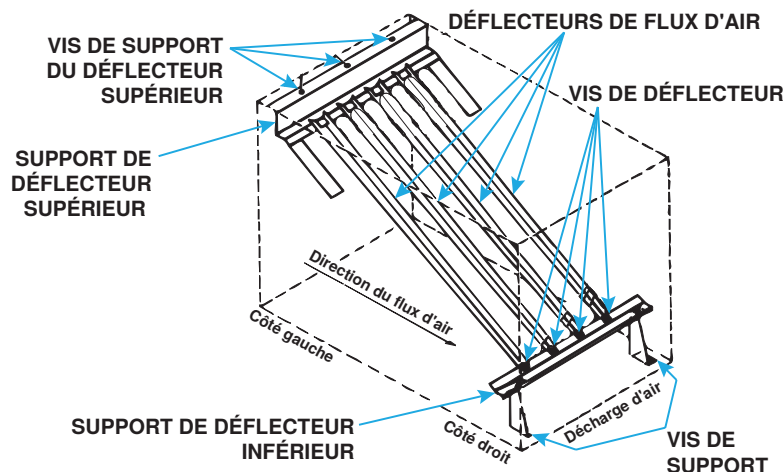

Figure 30. Déflecteurs de flux d'air
- b. Pour les fours standard (pas un haut débit CFM), enlevez les vis de déflecteur (voir Figure 30) et soulevez légèrement chaque déflecteur et faites-le glisser vers l'avant. Enlevez complètement tous les déflecteurs de l'échangeur de chaleur.